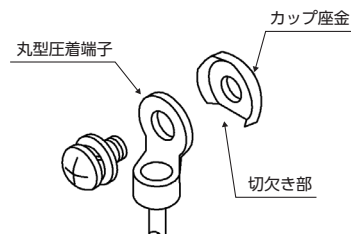

図8-5 アース線の接続説明図
- ・アース線は必ずカップ座金の切欠き部から出し、他の配線をはさみ込まないよう配線してください。（図8-5参照）アース線の接触が不十分な場合、アースの効果なくなるおそれがあります。